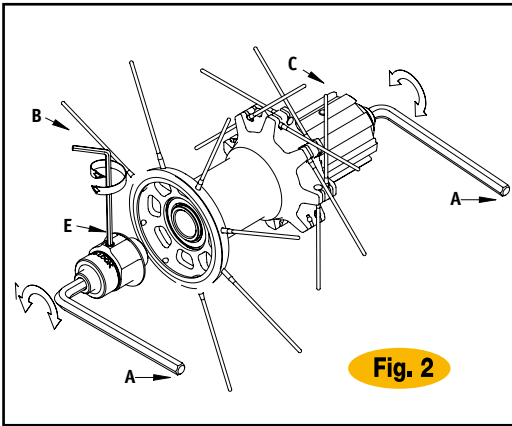
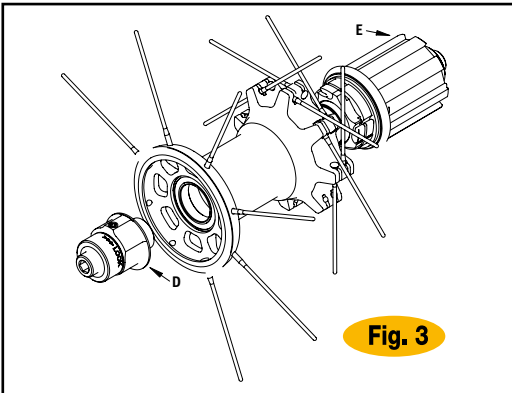

Fig. 2
Fig. 3
- Sfilate il perno del mozzo posteriore (Fig.2); il corpo ruota libera (C) potete sfilarlo dal perno per poter effettuare la manutenzione (Fig.3).
- Inserite il perno nel corpo del mozzo con il relativo distanziale facendo molta attenzione al corretto posizionamento dei cricchetti, e bloccate lo scontro mobile con coppia di chiusura pari a 15 Nm. Se necessario effettuare una registrazione del mozzo agendo sulla ghiera (D):
- Allentate il grano (E) con una chiave a brugola da 2mm (B) (Fig.2).
- Richiudete il grano (E).